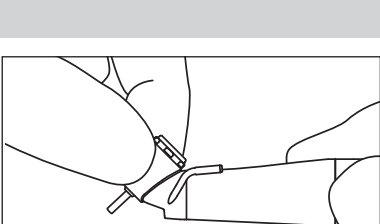

図 5
- 4) ハンドピース停止後、ヘッド部に異常な発熱がないことを直接手で触って確認してください（図5）。